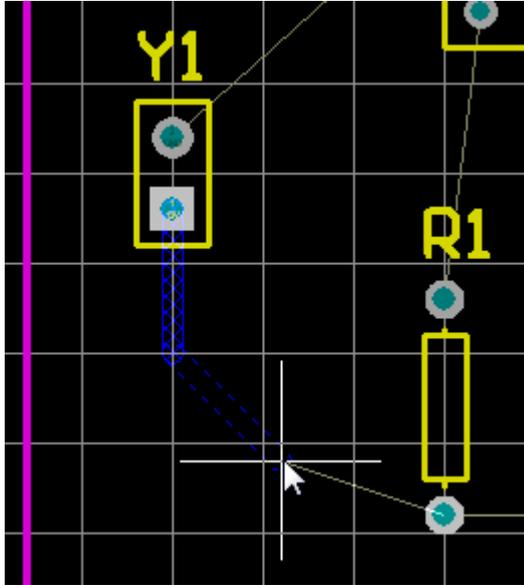

图 6-26 手动布线检查文档工作区底部的层标签。Top Layer 标签当前应该是激活的。通过按下*键，来在不退出走线模式的情况下切换到底层。此键在可用信号层中循环。Bottom Layer 标签会被激活。
4. 将光标移向电阻 R1 底下的焊盘。注意：线段是如何跟随光标路径来在检查模式中显示的（图 6-26）。检查的模式表明他们还没被放置。如果用户沿光标路径拉回，未连接线路也会随之缩回。在这里，用户有两种走线的选择：
6. 使用上述任何一种方法，来在板上的其他元器件之间布线。图 6-26 显示了一个手工布线的板。